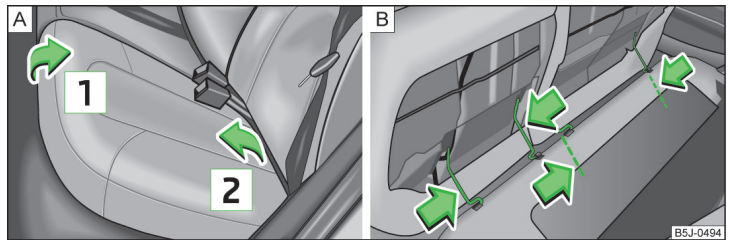

Abb. 58 Sitzfläche vorklappen und ausbauen
› Sitzfläche in Pfeilrichtung **1** » Abb. 58 hochziehen und in Pfeilrichtung **2** vorklappen.
- › Die Drahtbügel in Pfeilrichtung » Abb. 58 - **B** drücken und die Sitzfläche aus der Halterung nehmen.
- › Die Drahtbügel in Pfeilrichtung » Abb. 58 - **B** drücken und diese in die Halterung einsetzen.